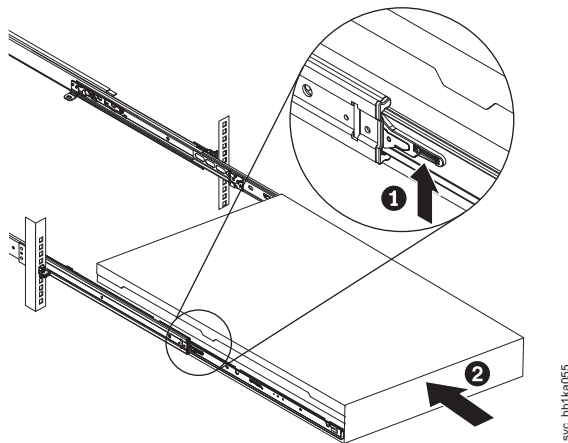

図 192. ラックのスライド・レールの ロック・レバーを上げる
9. スライド・レール上のロック・レバー (図 192 の **1**) を上げて、ノード **2** を、所定の位置にカチッと音を立てて収まるまで、ラック内に完全に押し込みます。